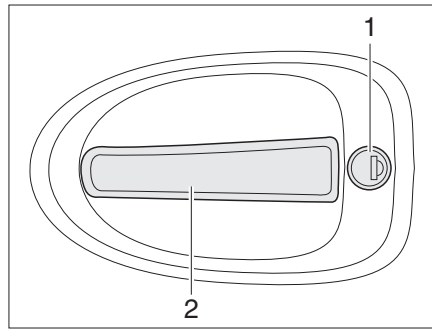

Bild 50 Türschloss Fahrertür, außen
- Schlüssel in Schließzylinder (Bild 50,1) stecken und drehen, bis das Türschloss entriegelt ist.
- Am Türgriff (Bild 50,2) ziehen. Die Tür ist geöffnet.
- Schlüssel in Schließzylinder (Bild 50,1) stecken und drehen, bis das Türschloss verriegelt ist.